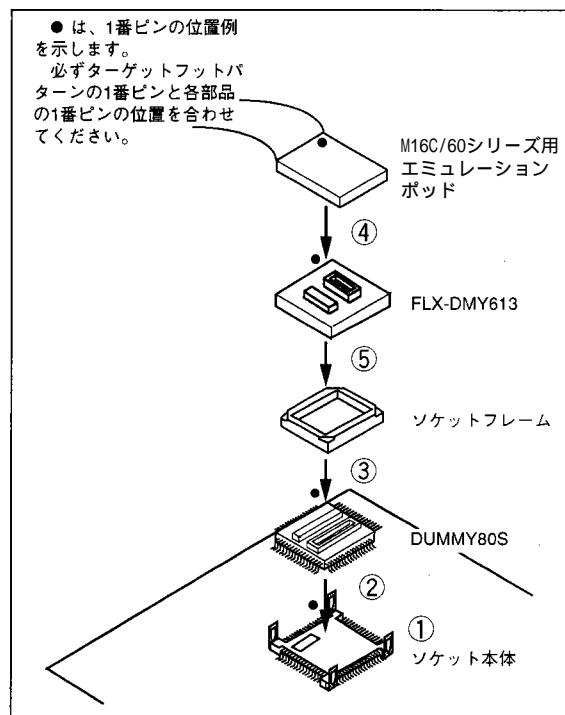

図2 FLX-DMY613の用途
4.使用方法 (図2参照)
5.装着手順 (図2参照)
- ① ソケット本体をターゲットに実装する。
- ② DUMMY80Sをソケット本体に装着する。
- ③ ソケットフレームをソケット本体に装着する。
- ④ M16C/60シリーズ用エミュレーションポッドとFLX-DMY613を接続する。
- ⑤ DUMMY80SとFLX-DMY613を接続する。